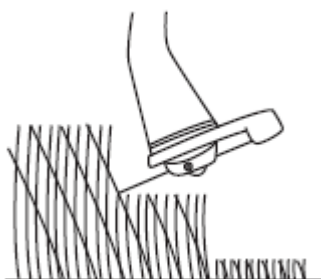

Fig. 6
- Si l'herbe est très haute, coupez-la en plusieurs couches, du haut vers le bas (Fig.6, 7).